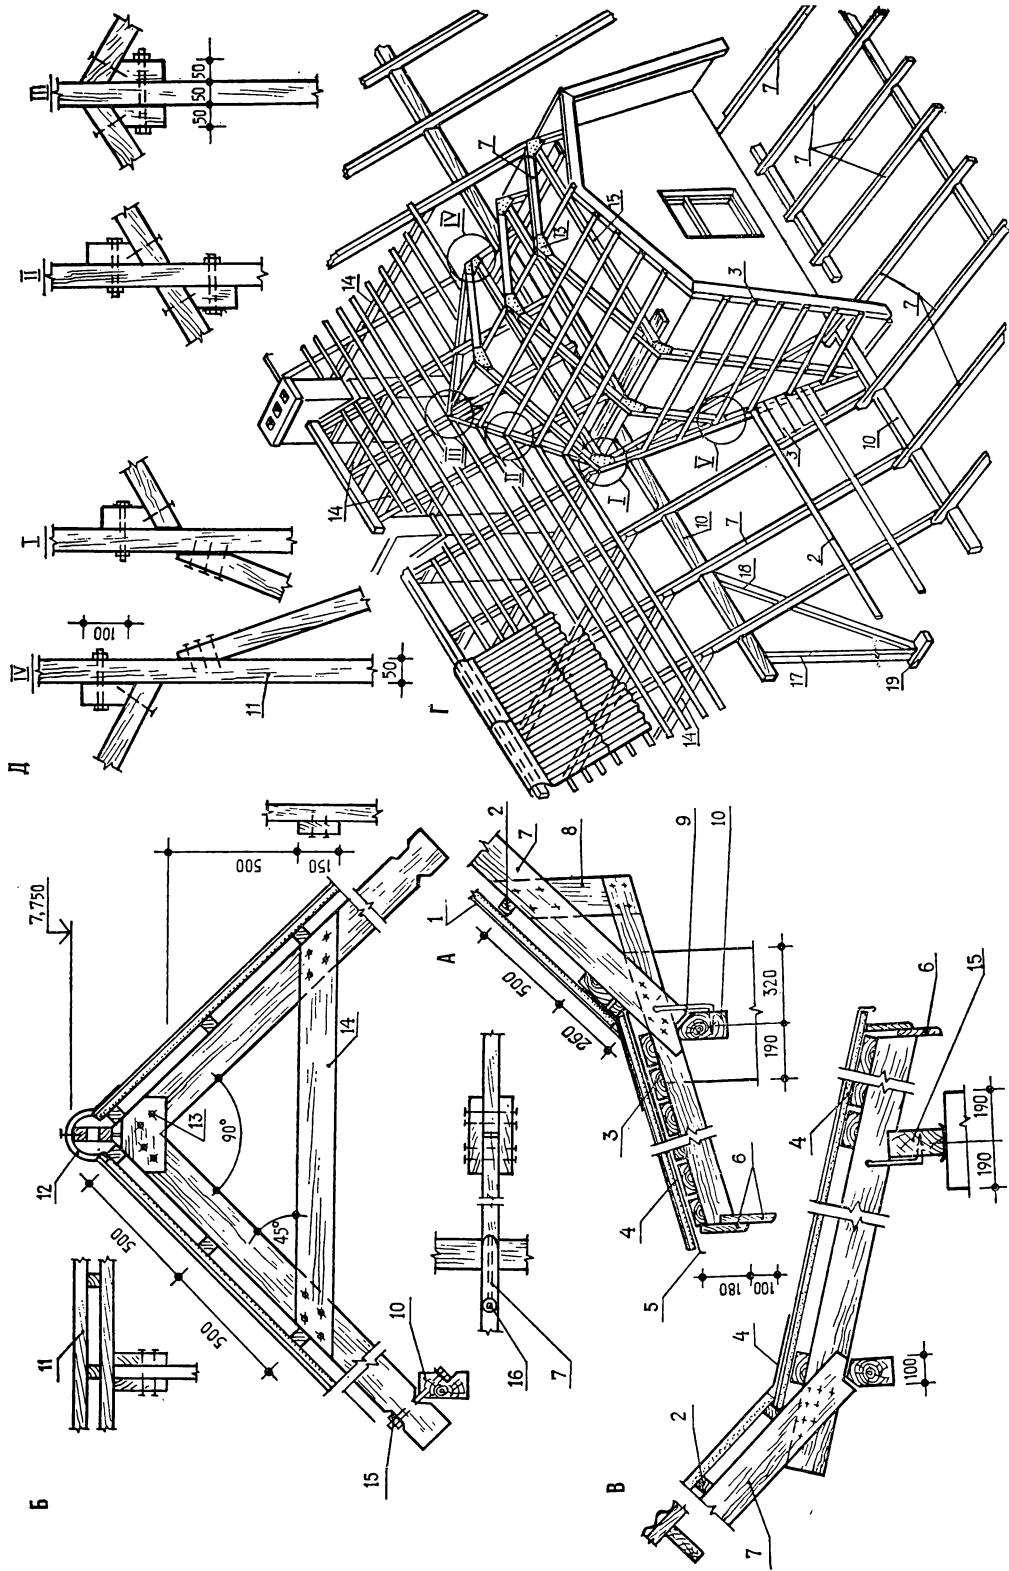

Рис. 19. Выполнение стропил к садовому или усадебному дому:
**Кровлю** устраивают из деревянных наслонных стропил с обрешеткой и кроют волнистыми асбоцементными листами либо традиционным кровельным материалом (черепица, толь, камыш, солома, гонт). Легковозгораемые материалы пропитывают антипиреном (рис. 19). В столярных цехах и на деревообрабатывающих комбинатах (ДЮКах) заказывают стандартные оконные и дверные блоки. Своими руками можно сделать красивые ставни для окон и входную дверь. Из лесоматериалов выполняют встроенную мебель, обшивку сауны и пр.